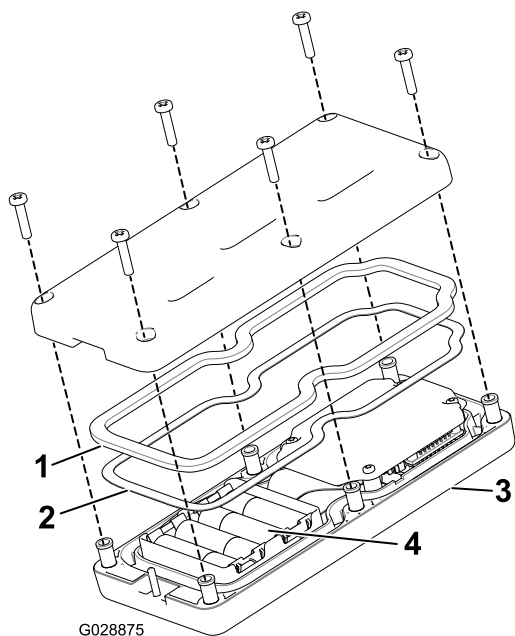

图 12
2. 将电池逐一放入电池端子仓位遵循正确的电池极性。(如果放置不正确遥控器不会发生损坏但遥控器无法操作。电池端子仓位分别带有正负极标志图 12。
3. 确保钢垫片和橡胶密封件正确放置于遥控器的槽内然后将后盖放回原位图 12。
4. 用 6 个螺丝固定后盖 (图 12) 上紧螺丝扭矩至 1.51.7N·m。